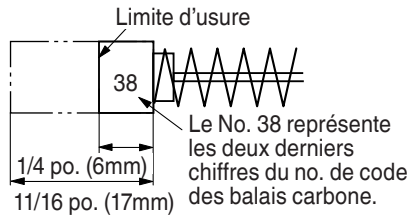
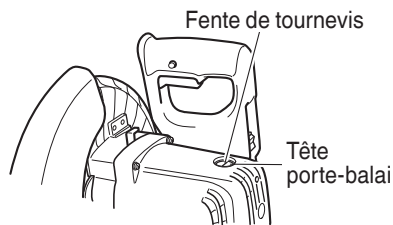

Fig. 37
Fig. 38
3. Inspecter les balais carbone (Fig. 37 et Fig. 38)
Les balais carbone du moteur sont des pièces consommables. Si les balais en carbone sont usés, le moteur risque d'avoir des anomalies. En conséquence, inspecter périodiquement les balais en carbone et les remplacer lorsqu'ils ont atteint la limite d'usure comme indiqué à la Fig. 37. Par ailleurs, maintenir les balais carbone propres de façon qu'ils glissent régulièrement dans les porte-balai. Les balais carbone sont faciles à retirer ; pour cela, retirer les têtes porte-balai (voir Fig. 38) avec un tournevis à tête plate (signe moins).